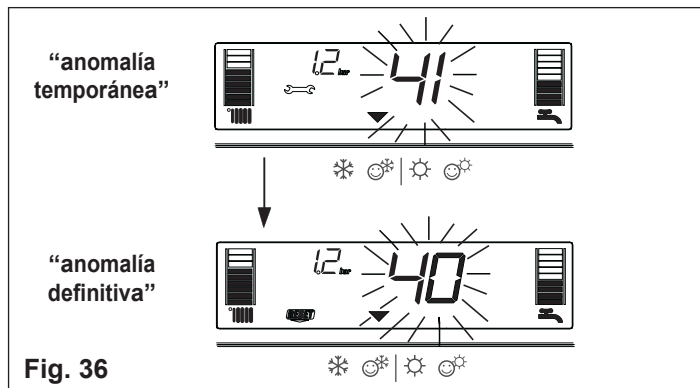

Fig. 36
1) Visualización solo del icono (fig. 36)
caso A (fig. 36)